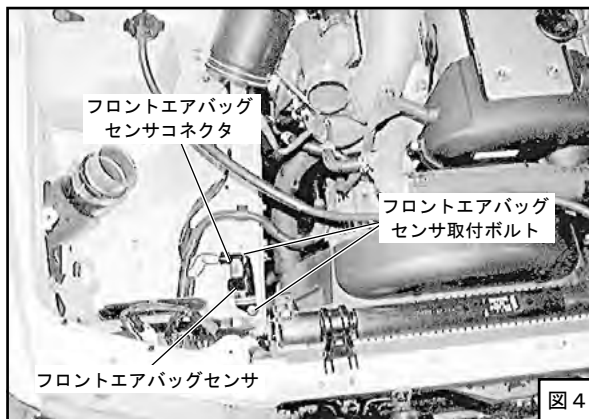

図4
- (8) フロントエアバッグセンサのコネクタを取外してください。(図4)
- (9) フロントエアバッグセンサを取外してください。(図4)